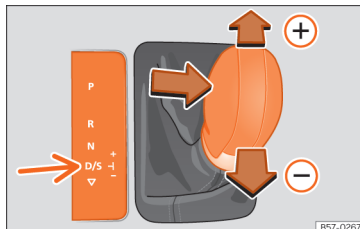

Abb. 153 Hebel in Tiptronic-Stellung.
- Drücken Sie den Hebel nach vorn (+) oder zurück (-), um hoch- oder herunterzuschalten » Abb. 153.